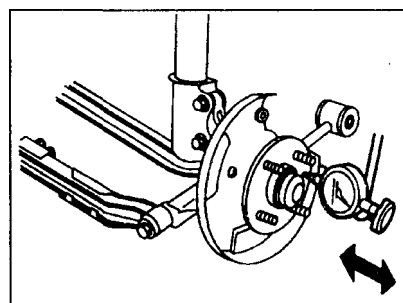

Рис. 7-37.
- Проверьте осевой свободный ход колесных подшипников (рис. 7-37). Он не должен быть больше 0.05 мм.